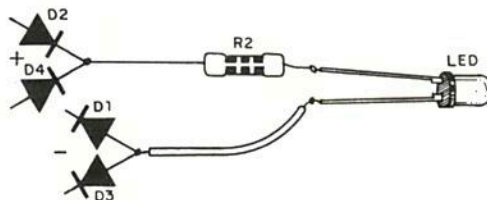

FIGURA 14
k) Solde agora os fios de ligação ao jaque de entrada para o toca-discos e o potenciômetro de controle de modulação. Solde também os fios de ligação à lâmpada indicadora ou se o leitor quiser ao led. No caso de utilização do led a ligação é a mostrada na figura 14.